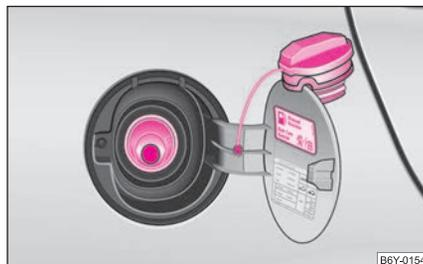

Abb. 137 Tankklappe
Es gibt verschiedene Benzinsorten. Bitte lesen Sie ⇒ Seite 203, „Technische Daten“, um zu wissen, welche Benzinsorte Ihr Fahrzeug benötigt. Die gleiche Information finden Sie auch an Ihrem Fahrzeug auf der Innenseite der Tankklappe ⇒ Seite 154, Abb. 137.
- Schrauben Sie den Tankverschluss linkerhand heraus und setzen Sie ihn von oben auf die Tankklappe ⇒ Abb. 137. ▶